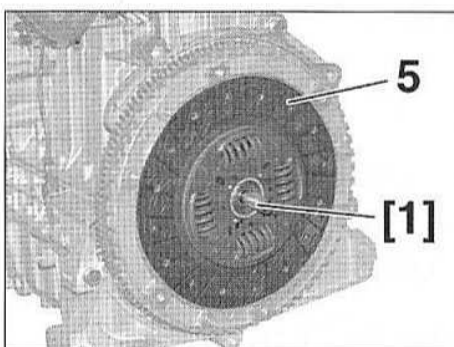

FIG.9
- Reposer et centrer le disque d'embrayage (5) à l'aide de l'outil [1], face avec l'inscription du n° PSA XXX XXX 80 ou GEARBOX SIDE côté boîte (Fig.9).